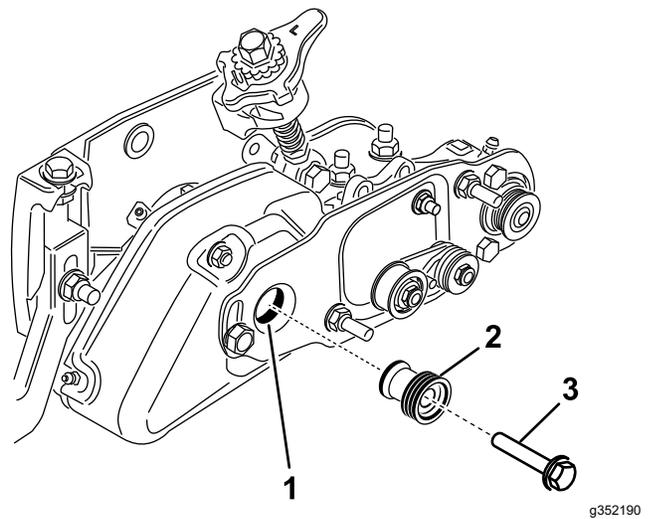

Bild 31
20. Entfernen Sie die Schraube, mit der die Groomerspannscheibe an der Antriebswelle befestigt ist (Bild 31).
21. Setzen Sie die Bürstenantriebsscheibe in die Groomerantriebsscheibe und auf die Antriebswelle (Bild 31). Stellen Sie sicher, dass die Riemenscheibennasen im Schlitz in der Antriebswelle sitzen.
22. Befestigen Sie die Antriebsscheibe mit einer Bundkopfschraube (3/8 x 2") an der Welle (Bild 31). Ziehen Sie die Schraube mit 47-54 N·m an.